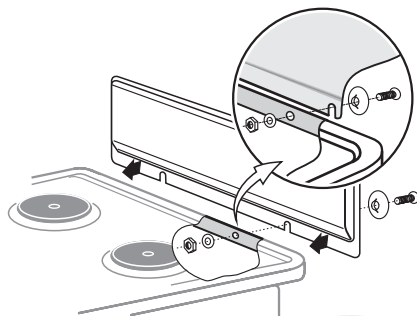

Рис. 21
- Перед установкой плиты закрепите щиток (рис.21).